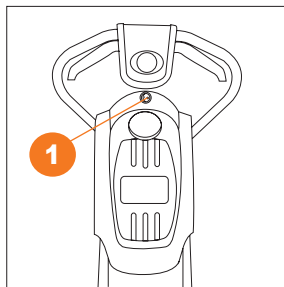

Рис. 18
Для включения фары используйте кнопку ❶, расположенную над фарой (Рис. 18).